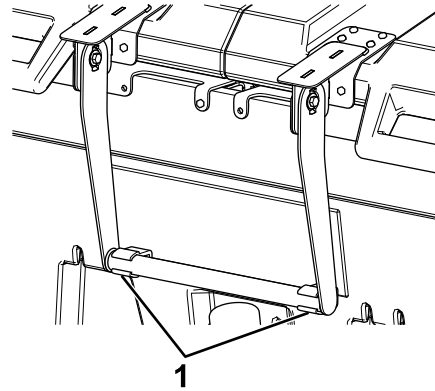

Bild 25
3. Verwenden Sie den Griff als Schablone und markieren Sie den Befestigungsort der Griffclips und befestigen Sie diese mit vier Zugschrauben (Bild 25).